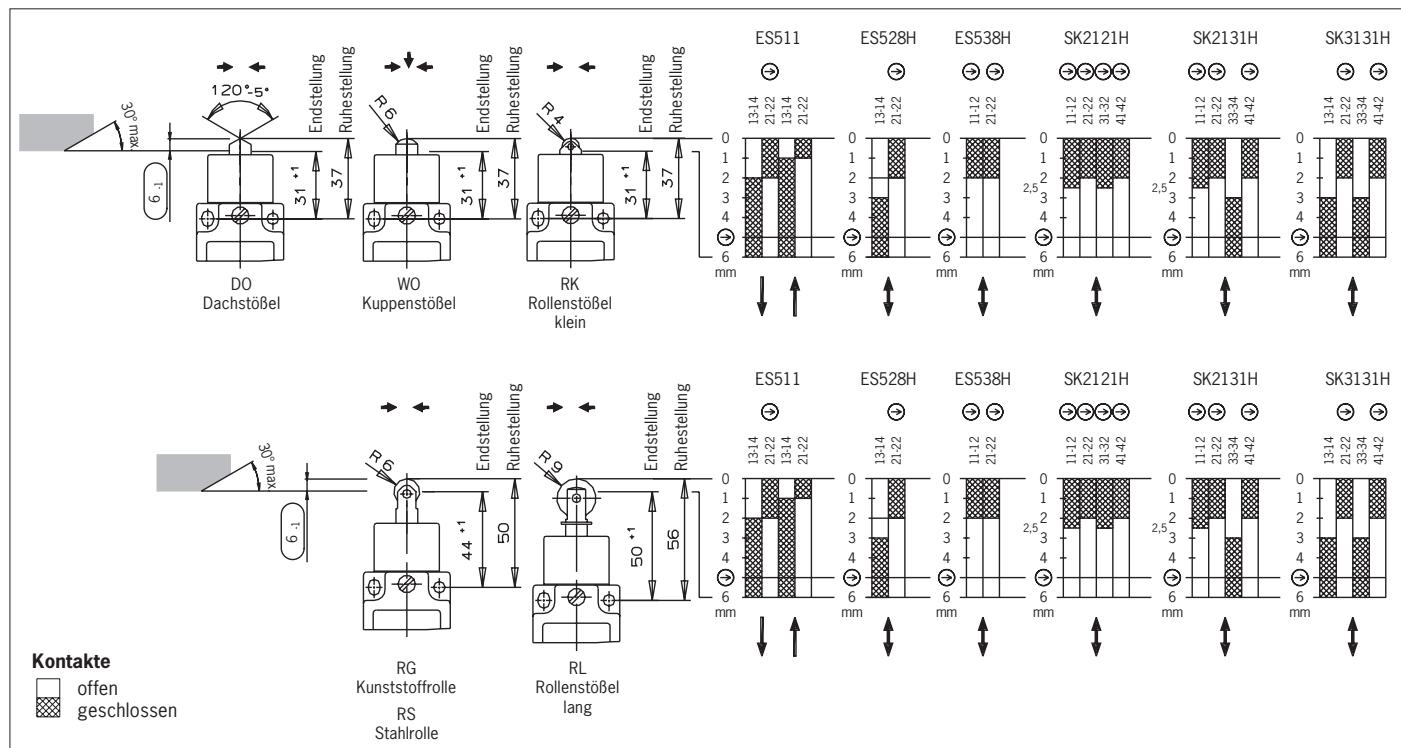

Bild 2: Schaltwegdiagramme, Betätigungen und Anfahrrichtungen
Um den ordnungsgemäßen Betrieb sicherzustellen, müssen die Steuernocken gemäß dem Maß (6) (siehe Bild 2) angebracht sein.